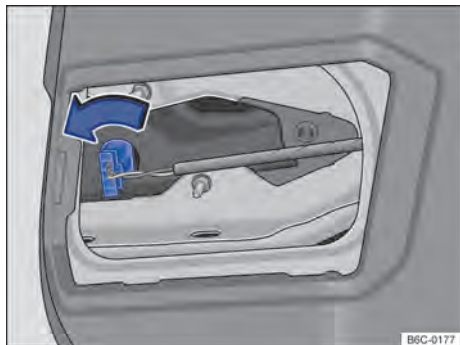

Fig. 189 Na tampa traseira: desinstalar o suporte da lâmpada.
- 4 Girar o suporte da lâmpada → Fig. 189 até o batente no sentido anti-horário e desencaixar do alojamento.